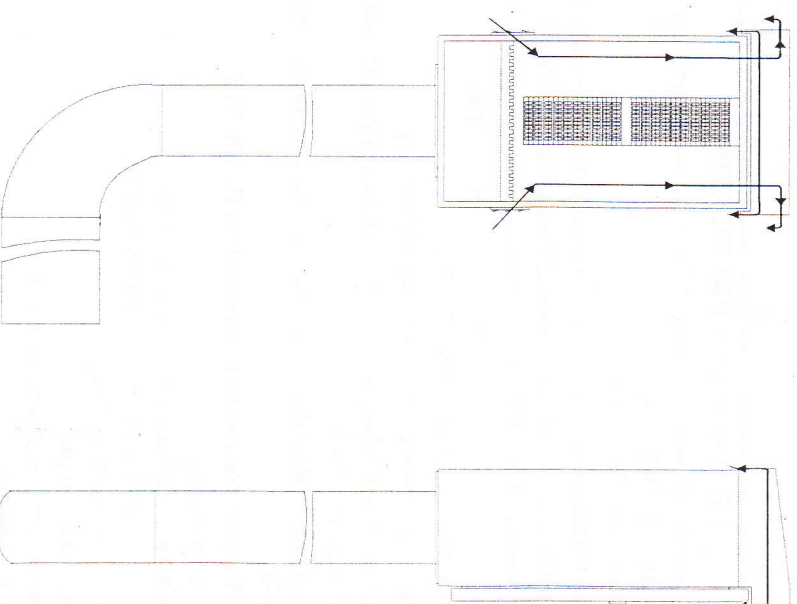

Рис. 1. Схема циркуляции воздуха в шкафу
1.6. Наличие перфорации в верхней части каркаса шкафа и в навесе, а также в боковых стенках обеспечивает естественную вентиляцию внутри шкафа. Схема циркуляции воздуха приведена на рис. 1. Применение сетчатых фильтров увеличивает степень защиты установленного в шкафу оборудования.